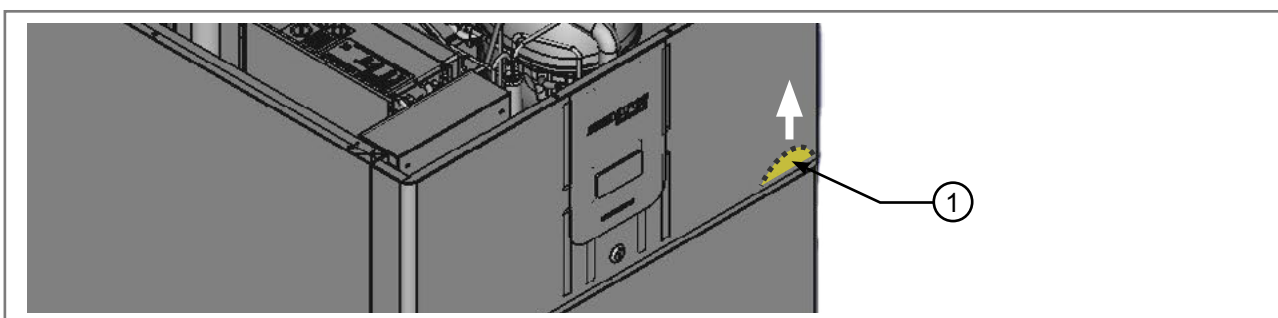

Abb. 3.18 - Hebepunkt
- Heben Sie das Armaturenbrett vorsichtig um einige Millimeter an der in der Abbildung angegebenen Stelle an (1 – Abb. 3.18) und halten Sie sie angehoben, bis die Tür vollständig entfernt ist (siehe nächster Schritt).